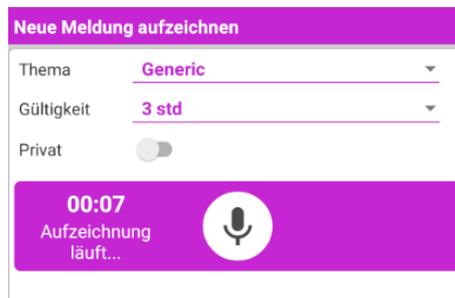

Abb. 119
- halten Sie die Schaltfläche  gedrückt, wie in Abb. 119 gezeigt wird: